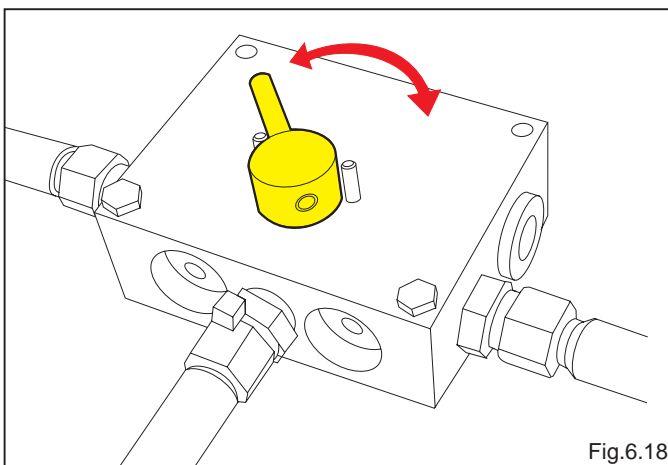

Fig.6.18
2) rispetto al braccio che si è abbassato spostare la levetta in posizione opposta (Fig.6.18), quindi, agendo sempre sul distributore idraulico del trattore, abbassare il braccio.